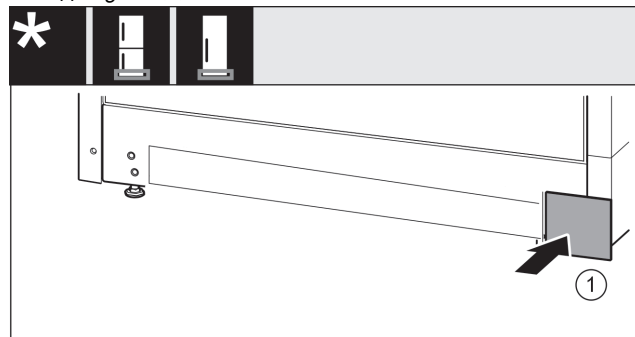

Fig. 16
- Поставете капака отново върху другата страна. Fig. 16 (1)